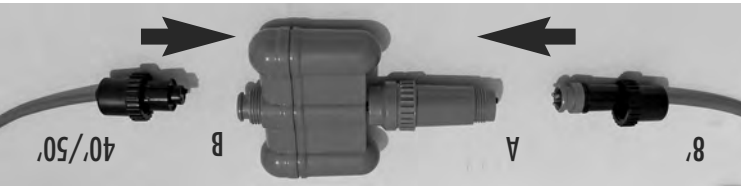

FIGURE S5
2) Insérez la fiche noire du câble long (40' ou 50' / 12.2 ou 15.2m) dans l'extrémité la plus large du raccord flottant (B), comme montré sur la Figure S5 et assurez-vous que les broches sont correctement alignées. Pressez fermement afin d'assurer une connexion solide.
4) Insérez la fiche bleue du câble court (8'/2,4m du nettoyeur au raccord) dans la petite extrémité du raccord flottant comme montré sur la Figure S5 et assurez-vous